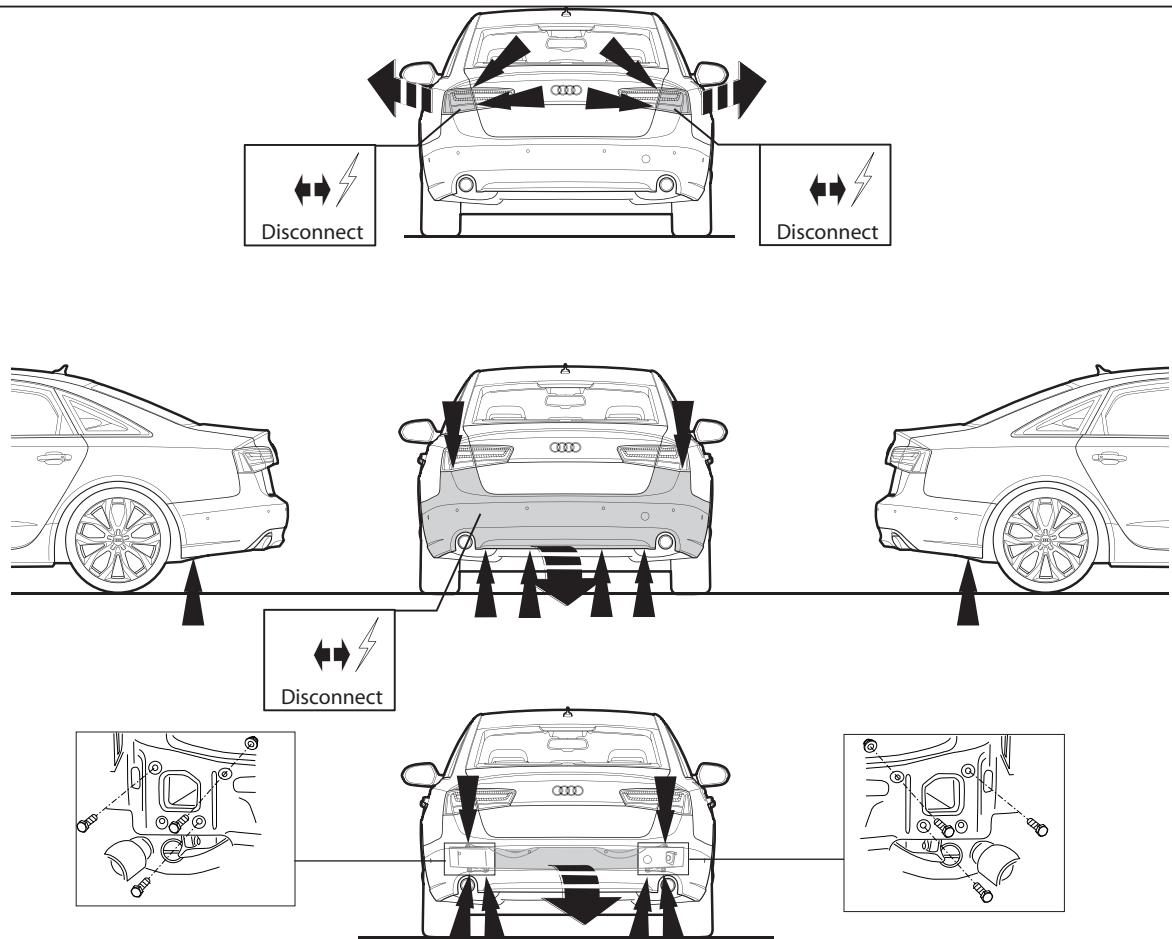

Fig. 1
1. Снять оба блока задних фар. Снять бампер вместе со стальным буферным бруском автомобиля; буферный брус больше не понадобится. См. рисунок 1/1a.